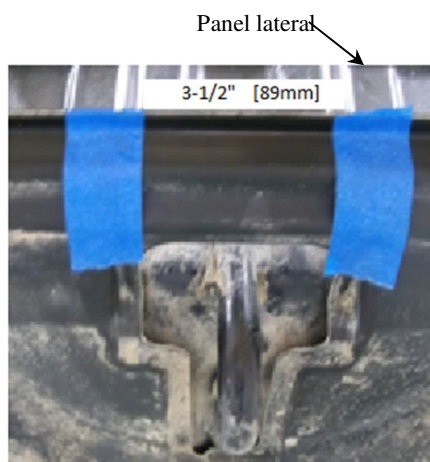

Figura 5
6. Marque y corte el panel de apariencia por debajo unido al vehículo en el gancho de amarre como se muestra la Figura 5.